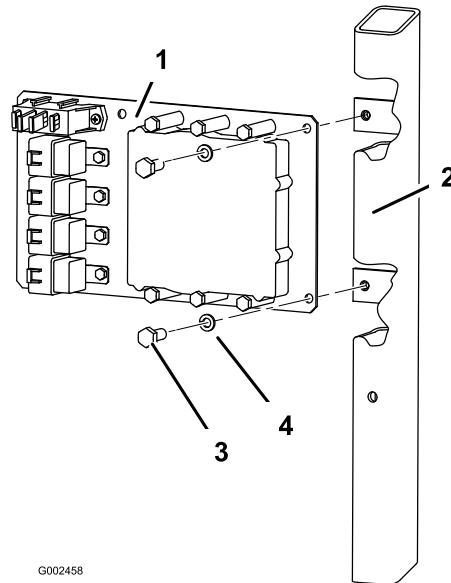

Figure 10
- B. Pour les modèles Multi Pro 5600 et 5700, fixez la plaque de montage avec 2 boulons (5/16 x 3/4 pouce) et 2 rondelles de blocage (5/16 pouce) comme illustré à la Figure 10.